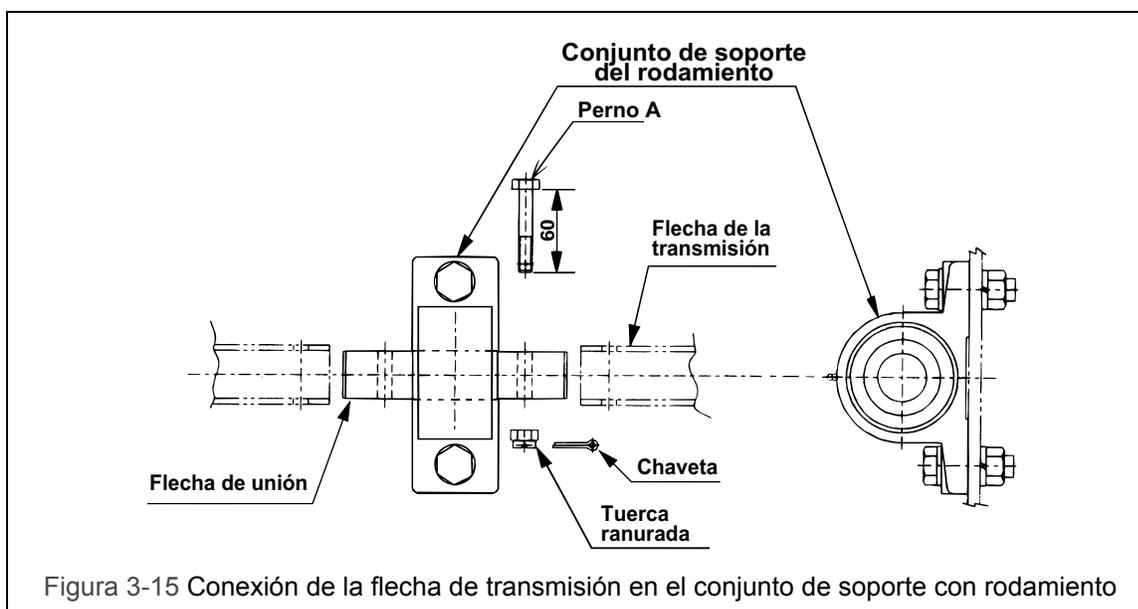

Figura 3-15 Conexión de la flecha de transmisión en el conjunto de soporte con rodamiento
- (4) Por último, conecte el extremo restante de la flecha de transmisión en la flecha de unión en el conjunto del soporte del rodamiento. Consulte la Figura 3-15. Sostenga el extremo restante de la flecha de transmisión, adyacente al conjunto del soporte con rodamiento. Deslice la flecha de unión a través del lado opuesto del conjunto de soporte con rodamiento y dentro del extremo de la flecha de transmisión. Sujete la flecha de transmisión con la flecha de unión usando el Perno A, la tuerca acanalada y la chaveta.
- (1) Deslice la flecha de transmisión de la sección media sobre la flecha de unión previamente instalada. Consulte la Figura 3-15.
- (2) Sostenga el extremo restante de la flecha de transmisión media, adyacente al siguiente conjunto del soporte con rodamiento. Deslice la flecha de unión a través del lado opuesto del conjunto de soporte con rodamiento y dentro del extremo de la flecha de transmisión.
- (3) Sujete la flecha de transmisión con la flecha de unión usando el Perno A, la tuerca acanalada y la chaveta.
- (3) Consulte la Figura 3-15, además conecte el extremo restante de la flecha de transmisión en la flecha de unión previamente instalada en el conjunto de soporte con rodamiento y sujételo.
- (4) Deslice hacia fuera la flecha de conexión, desde el extremo de la flecha de transmisión más cercana a la carretilla del extremo hasta que los orificios de paso del perno queden alineados entre la flecha de conexión y la flecha de transmisión. Sujete la flecha de transmisión con la flecha de conexión usando el Perno A, la tuerca acanalada y la chaveta.